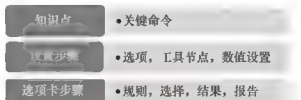

图 4.12 知识体系
(1) 对照图 4.12,梳理自己所掌握的知识体系,并与同学相互交流、研讨个人对某些知识点或技能技巧的理解。